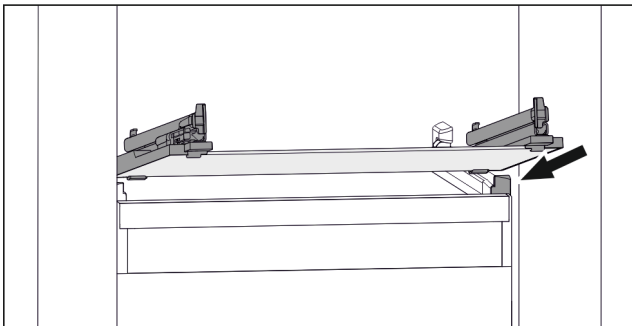

Fig. 38 Приблизне відображення скляної пластини
- ▶ Встановити скляну пластину за стопорами навкосою. (див. Fig. 38)